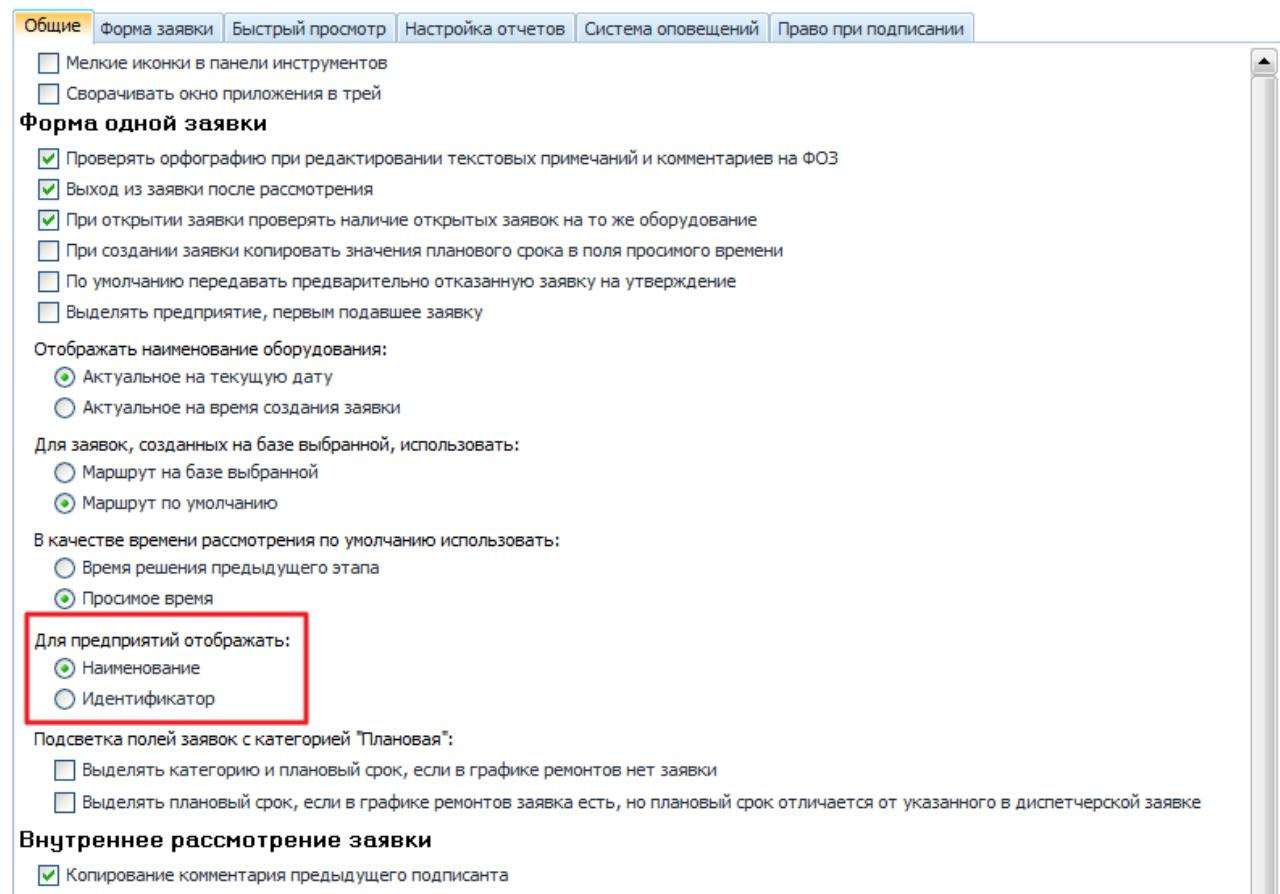

Рисунок 16.11 – Настройка отображения информации о предприятии
– «*Для предприятий отображать*». В зависимости от выбранного значения происходит следующее (Рисунок 16.11):